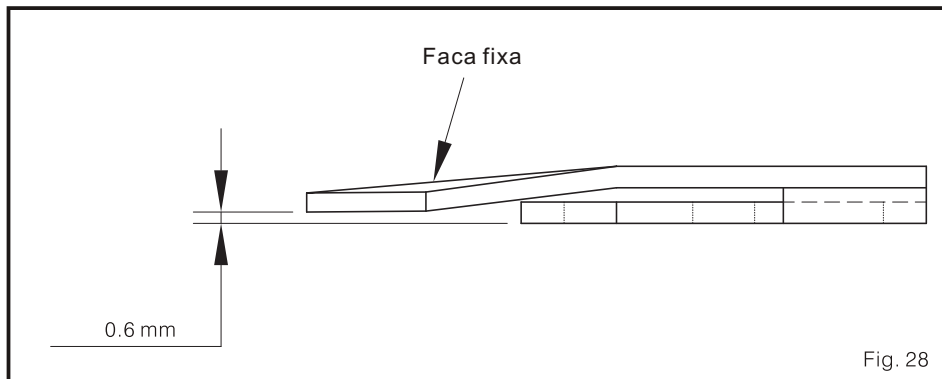

Fig. 28
2. a gorjeta da faca fixa isto a 0.6 mm sobre a superfície de montagem. O ângulo de ajuntar da gorjeta da faca fixa afetou sua extremidade. (Fig. 28)